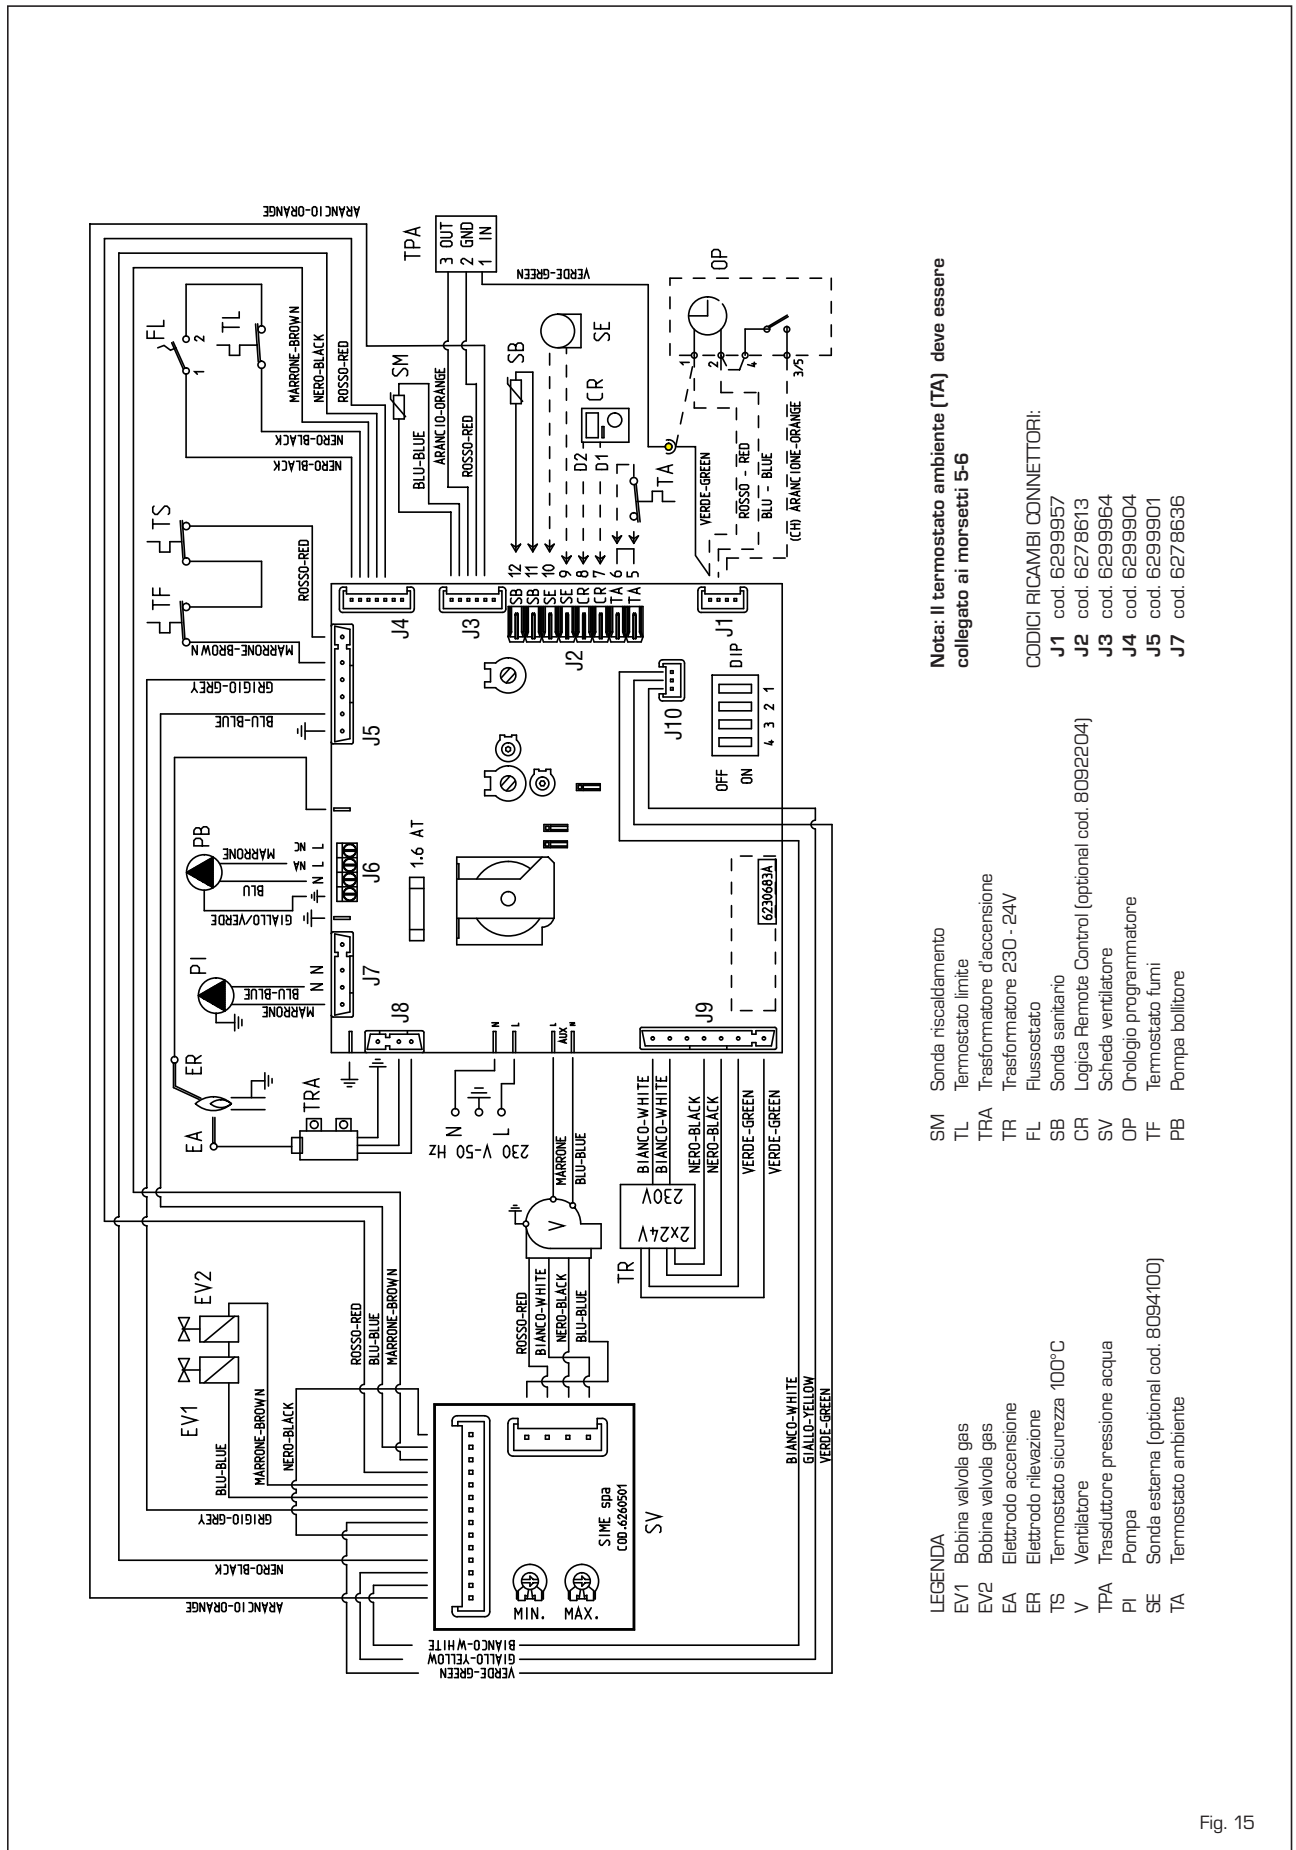

Fig. 15
2.10.1 Collegamento cronotermostato (fig. 15 pos. A)
2.10.2 Collegamento "Logica Remote Control" (fig. 15 pos. B)
2.10.3 Collegamento sonda temperatura esterna (fig. 15 pos. C)